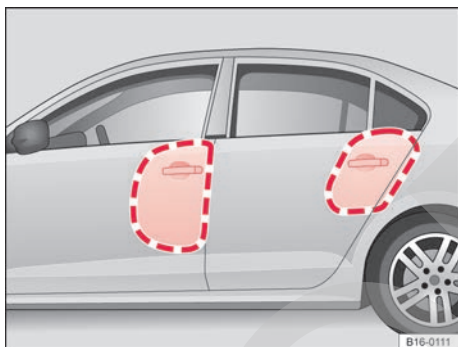
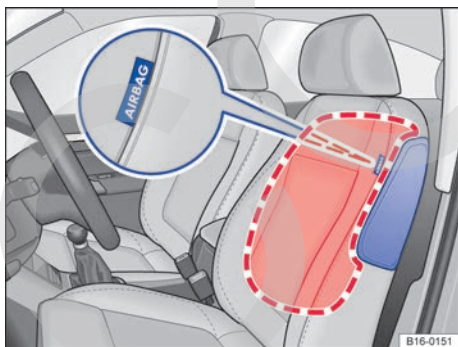

Fig. 17 En el lado izquierdo del vehículo: zonas de despliegue de los airbags laterales.
Fig. 18 Lateral de un asiento delantero: ubicación y zona de despliegue del airbag lateral.
En función del equipamiento del vehículo van montados airbags laterales para las plazas delanteras y para las plazas traseras laterales → fig. 17.
- Los airbags laterales de las plazas delanteras van montados en el acolchado del lado de la puerta de los respaldos de los asientos del conductor y del acompañante → fig. 18.
Al dispararse, los airbags laterales ocupan las zonas enmarcadas en rojo → fig. 17 y → fig. 18 (zonas de despliegue). Por este motivo, no está permitido depositar ni fijar nunca objetos en estas zonas → ⚠.